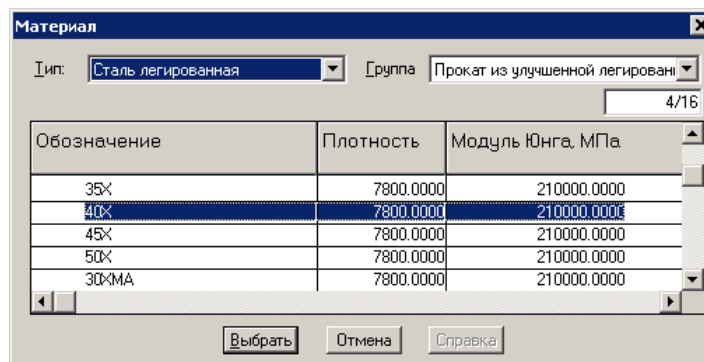

Рис. 3.35 Диалоговое окно выбора материала из базы данных
- 2) выбрать материал из базы данных, входящей в состав системы APM WinMachine (команда **Материал | База Данных**) (рис. 3.35)